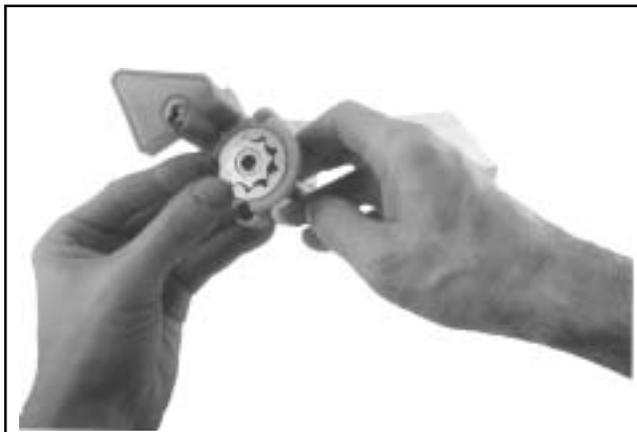

Figura 10-7. Ingranaggi Gerotor montati nella pompa dell'olio.
3. Ingrassare leggermente gli ingranaggi Gerotor ed installarli nella pompa dell'olio inserendo il perno corto nella scanalatura dell'ingranaggio interno. Vedere Figura 10-7.